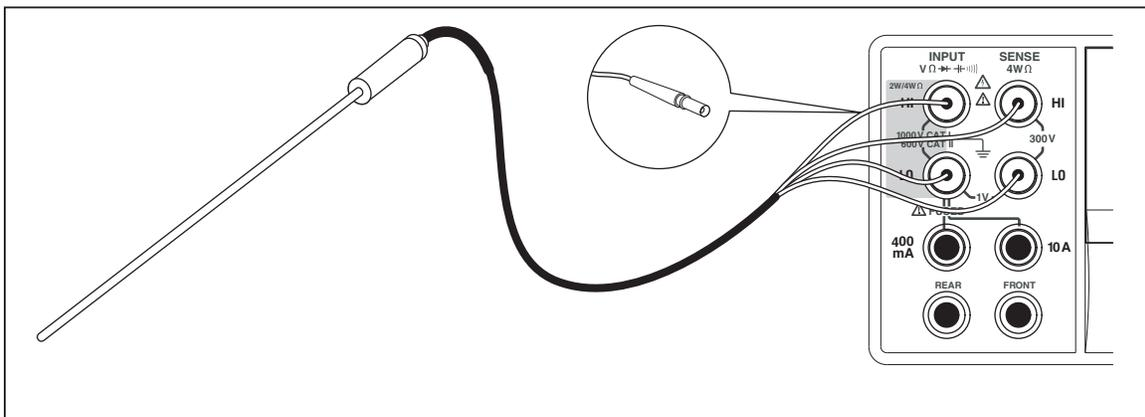

Figure 4-7. Mesures de température
1. Branchez la sonde RTD aux connecteurs **Input HI** et **LO**, puis aux connecteurs **SENSE HI** et **LO** conformément à la figure 4-7.